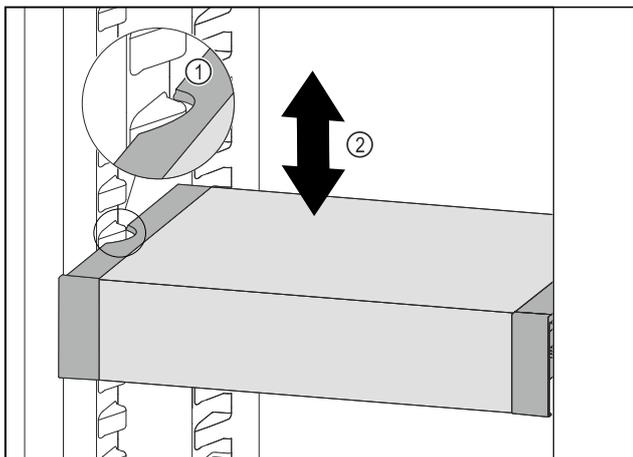

Fig. 41
- ▶ Тяните VarioSafe вперед, пока боковые выемки VarioSafe не окажутся на высоте выступа резервуара в холодильном отделении. Fig. 41 (1)
- ▶ Двигайте VarioSafe в холодильном отделении вверх или вниз, пока не будет достигнута требуемая высота. Fig. 41 (2)